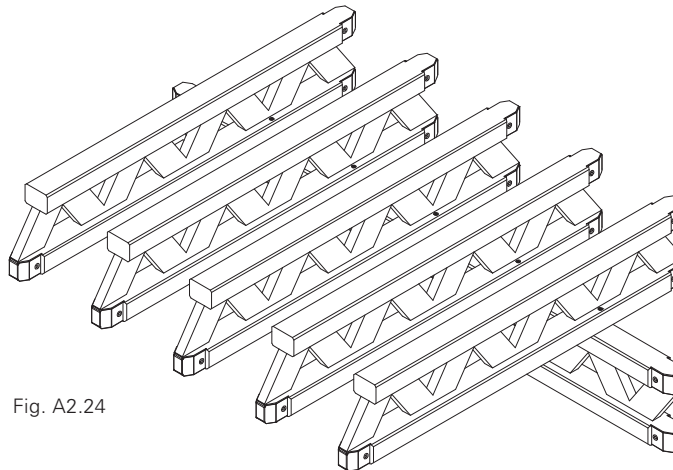

Fig. A2.24
3. Le raccordement des poutrelles primaires et secondaires s'effectue à l'aide de 2 x boulons Spax 6 x 100 et de rondelles Ø6,4 par traverse. (Fig. A2.24)